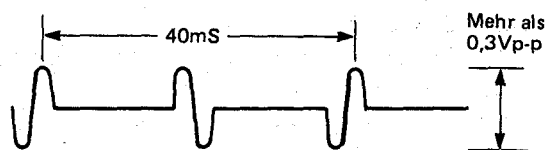

Abbildung 85.
2. Die Ausgabe des TP-702 auf einem Oszilloskop beobachten und prüfen, daß seine Werte den in Abb. 85 gezeigten entsprechen.